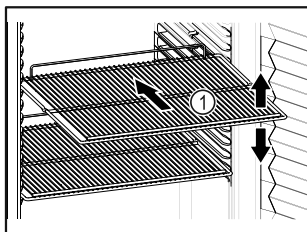

Fig. 82 Vejledende illustration
- ☐ Tilpas højden, når bæreristene Fig. 82 (1) kan flyttes.